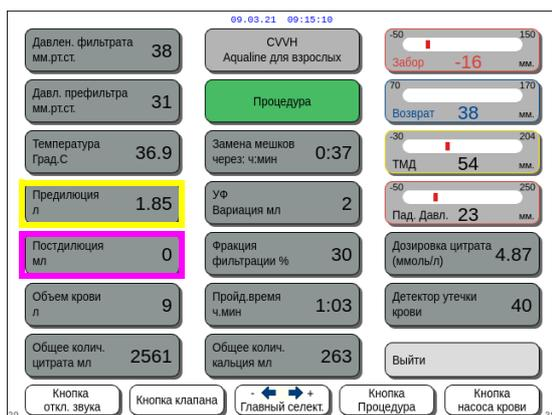

Рис. 168
- *Преддилюция (л)* (желтая рамка на рис. 168)
- *Постдилюция (мл)* (пурпурная рамка на рис. 168)